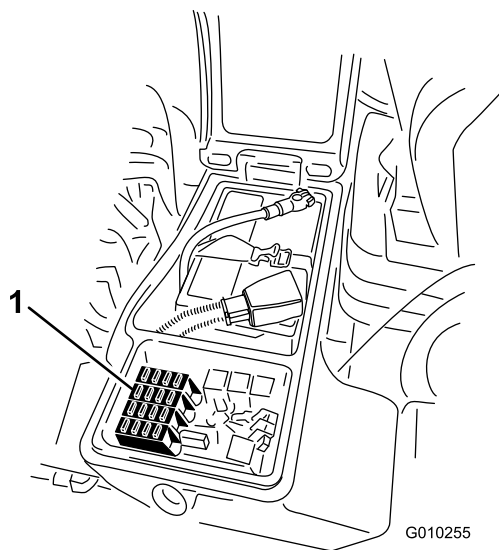

Figura 48
1. Afloje el enganche de la cubierta de la caja de almacenamiento derecha y eleve la cubierta (Figura 47) para exponer el bloque de fusibles (Figura 48).
2. Sustituya el fusible o los fusibles abiertos tal y como sea necesario (Figura 48).